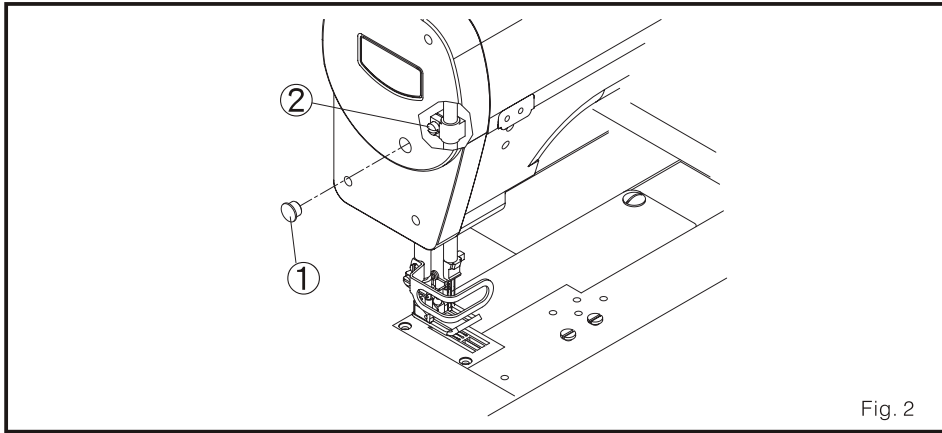

Fig. 2
2. solta e se muda a tomada de óleo de um lateral 1, e solta o parafuso 2, Ajuste o alto da barra agulha para cima e para baixo. Então fixa os parafusos. (Fig.. 2)